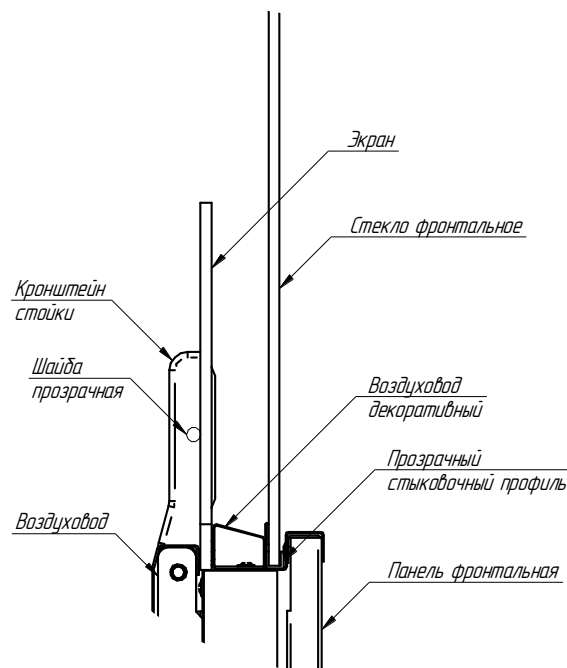

Рис.4. Схема установки экранов и фронтальных стекол
1. Экраны установить в паз между воздуховодом и воздуховодом декоративным (см. рис.4).
4. Стекла фронтальные устанавливаются в паз между декоративным воздуховодом и фронтальной панелью (см. рис.4).